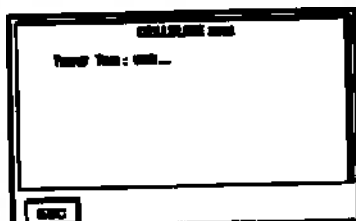

Рис. 3-2
- Идет проверка всех внутренних блоков на работоспособность; с закрытой защитной крышкой перемешивает жидкости и затем двигает башнями (рис. 3-2) и проверяет, что все подвижные части находятся в исходном положении.